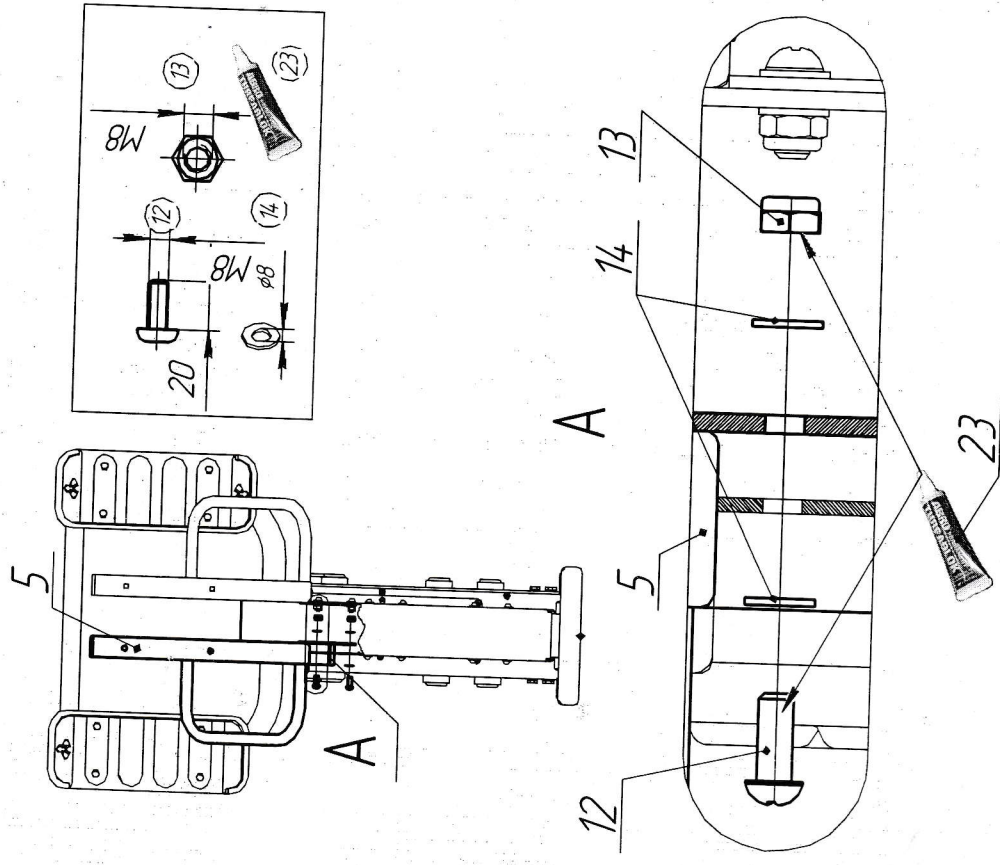

Рис.7
12.3.3.2.2 Установить кронштейн левой (рис.7) при помощи болтов поз.10, шайб поз.14 и гаек поз.13.